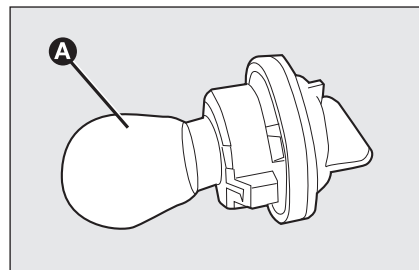

fig. 25
- ☐ trek de lamp los **A-fig. 25** en vervang de lamp;